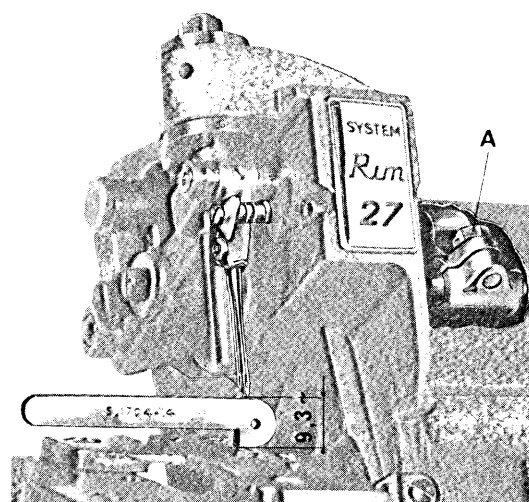

fig. 3
- S. 1704.14 per l'operazione n. 3 (fig. 3)
3. Posizionamento dell'ago (fig. 3)